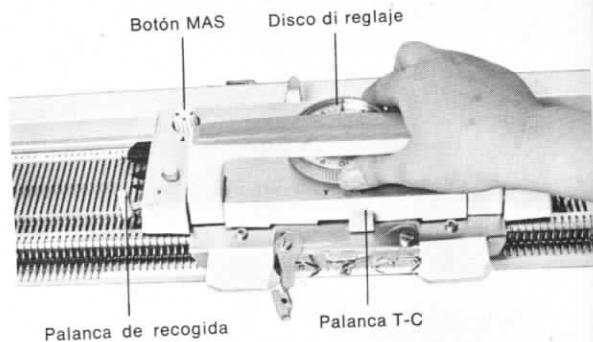

Fig. 33
- a) Poner el disco de reglaje en 4 o 5 (Fig. 33);
- b) Regular la palanca T-C sobre «C» (Fig. 33);
- c) Poner las dos palancas de recogida en posición 2 (Fig. 33);
- d) Volver los dos botones MAS sobre «A» (Fig. 33);
- k) Regular los dos botones MAS sobre «M» (Fig. 33);
- b) Palanca T-C en posición C (Fig. 33);
- c) Las dos palancas de recogida en posición 2 (Fig. 33);
- d) Volver los botones MAS hacia «M» (Fig. 33);